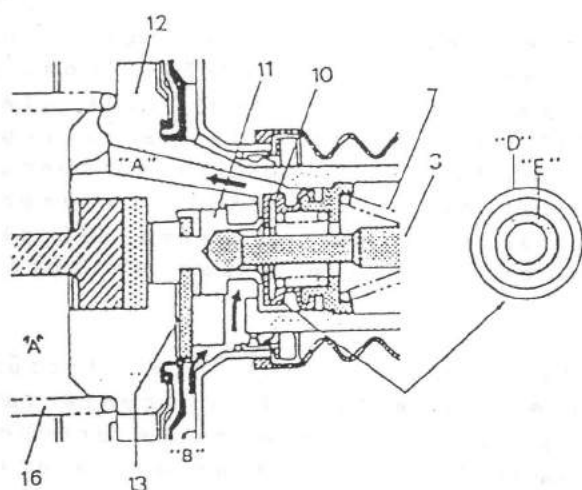

Fig. 19-21
La varilla de mando (3) (Fig. 19-21) es empujada hacia la derecha por la tensión del muelle (7), tal y como se observa. El desplazamiento hacia la derecha de la válvula de aire (11) hace que esta contacte con la chaveta tope (13). En este caso se encuentra abierta la válvula de control de vacío (10) (detalle "d"), y cerrada la válvula de aire (11) (detalle "e"). De este modo las cámaras "A" y "B" están comunicadas y comparten la misma presión negativa (por no haber diferencias de presión entre ellas), permitiendo al muelle de retorno (16) desplazar al pistón (12) hacia la derecha.
Al soltar el pedal de freno, el pistón del servofreno (12) y los pistones del cilindro principal regresan a sus posiciones originales, estableciéndose una situación igual al apartado descrito en CUANDO NO SE PISA EL FRENO (Fig. 19-21).